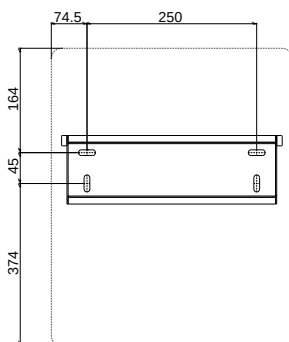

FIG.6-6 Posições das furações (L x A, 399 x 583mm)
1) Use o suporte de montagem na parede como um modelo e marque as posições dos furos, em seguida, faça os 4 furos de acordo, conforme FIG 6-6. (Diâmetro = 11 mm, Profundidade ≥ 55 mm).
Nota: As dimensões externas (L x A) dos inversores são mostradas como linha tracejada na FIG. 6-6.